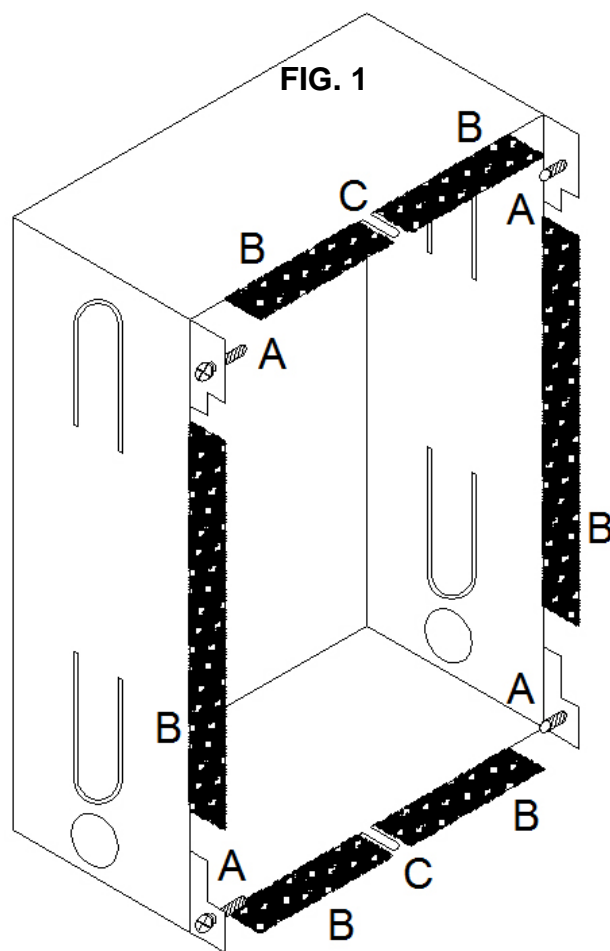

FIG. 2
- 2) Insert the case in the wall being careful it doesn't protrude (Fig.2)
- 2) die Schachtel bündig mit dem Putz ins Mauerwerk setzen (siehe Abbildung 2)
- 2) Murer le cadre à fil du mur voir (fig.2)